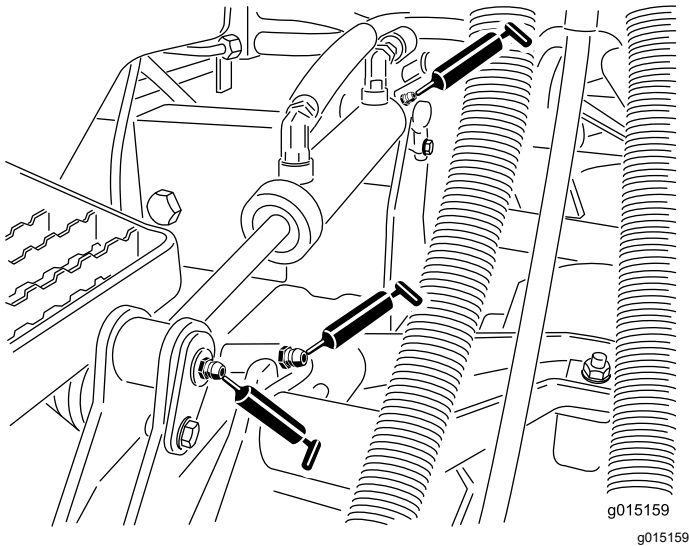

Figure 46
- Bagues de bras de levage (1 par unité de coupe) (Figure 46)
- Bagues de vérin de levage (2 par unité de coupe) (Figure 46)